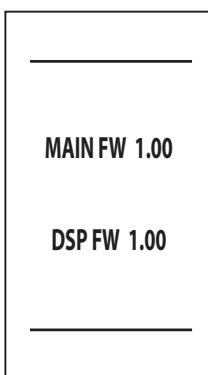

fig. 7- Pornire / Versiune software
- În timpul primelor 5 secunde, pe afișaj apare versiunea software a cartelei și a afișajului (fig. 7).